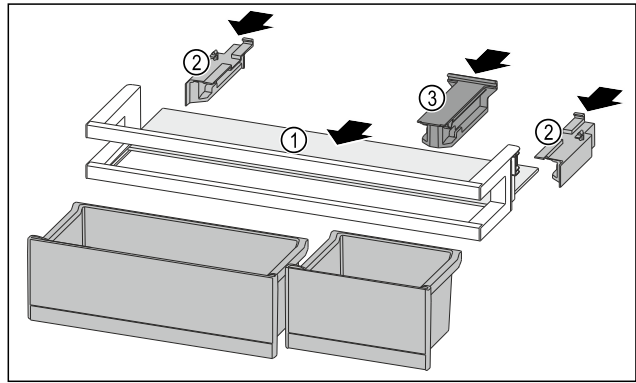

Fig. 205
- ▶ Abstellfläche Fig. 205 (1) in die seitlichen Aussparungen einschieben.
- ▶ Seitenteile Fig. 205 (2) einsetzen.
- ▶ Halteteil Fig. 205 (3) einsetzen.